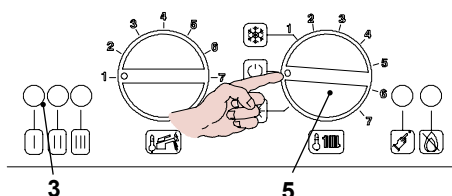

Figura 7.10
- Posizionare il selettore 5 come indicato in Figura 7.10 per uscire dalla programmazione.